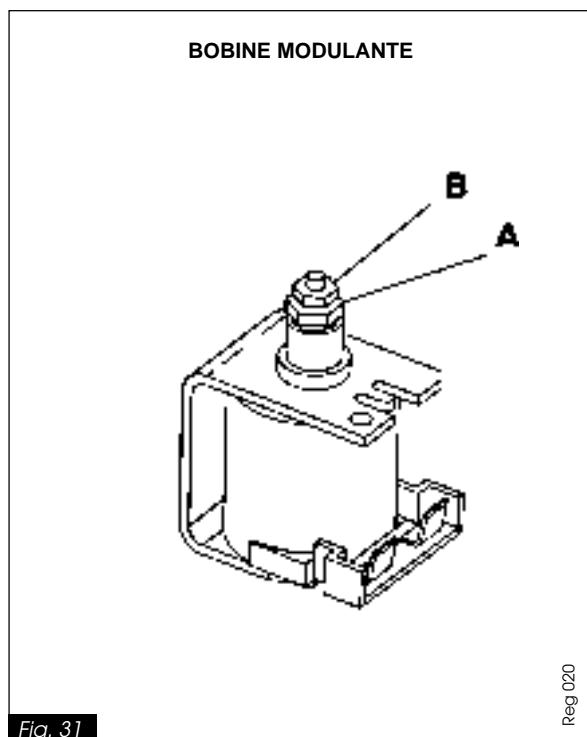

Fig. 31
- Agir sur l'écrou "A" (fig. 31) dans le sens :
- Agir sur l'écrou "B" (fig. 31) dans le sens :